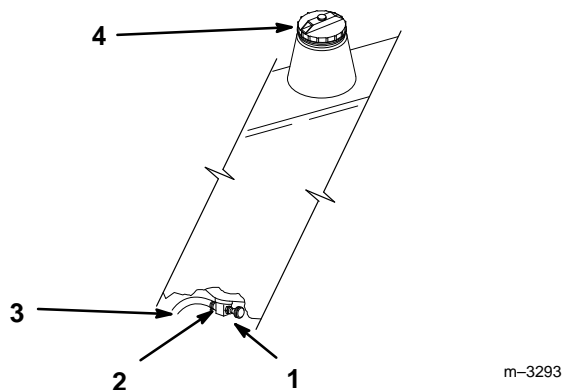

Figure 42
2. Fermer le robinet d'essence sous le réservoir (Fig. 42).
6. Ouvrir le robinet d'essence sous le réservoir (Fig. 42).
3. Desserrer le collier de fixation de la conduite d'alimentation et le faire glisser sur la conduite pour l'éloigner du robinet (Fig. 42).
4. Détacher la conduite d'alimentation du robinet d'essence (Fig. 42). Ouvrir le robinet et laisser l'essence couler dans un bidon à essence ou dans un bac de vidange.
5. Reconnecter la conduite d'alimentation au robinet d'essence, puis faire glisser le collier jusqu'au robinet pour fixer la conduite (Fig. 42).